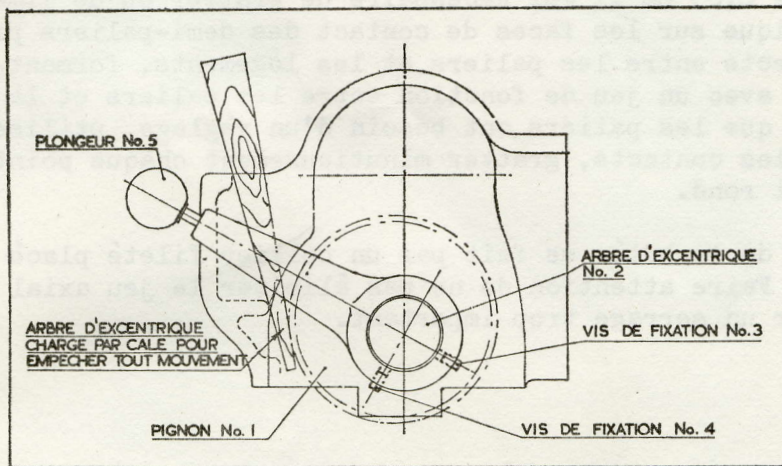

Fig. 33 Réglage des pignons-réducteurs.
Désaccoupler la poulie de poupée et embrayer les pignons-réducteurs. Placer une cale entre les pignons-réducteurs (1) et l'intérieur de la poupée (Fig.33). Ceci chargera l'arbre d'excentrique (2) et empêchera ainsi tout mouvement.